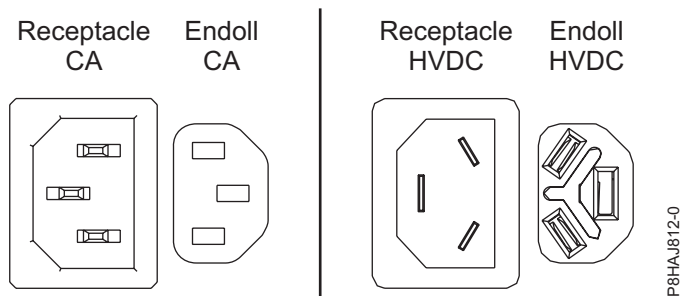
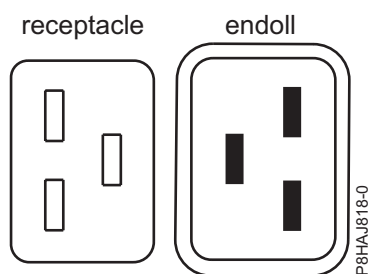
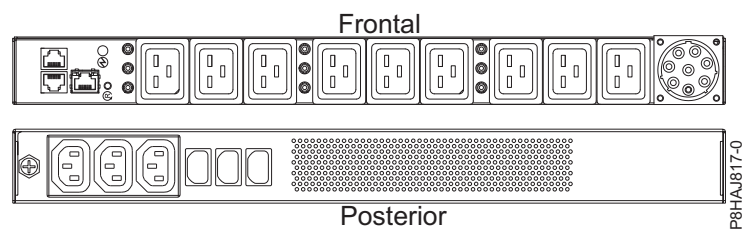

Figura 18. Connectors de CA i d'HVDC
Figura 19. Connectors per al sistema 8408-44E
Figura 20. PDU per al sistema 8408-44E
A la Figura 18 a la pàgina 39 es mostren els connectors admesos de corrent alternativa (CA) i de corrent directa d'alt voltatge (HVDC). A la Figura 19 a la pàgina 39 i a la Figura 20 a la pàgina 39 es mostren els connectors admesos i la unitat de distribució d'alimentació (PDU) per al model 8408-44E.